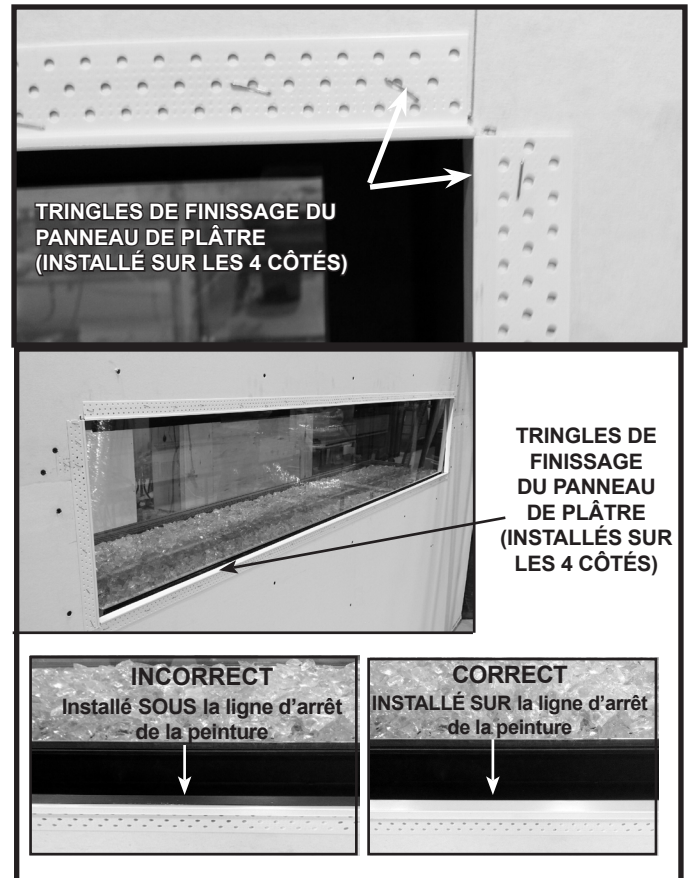

Figure 10.4. Installer les tringles de finissage du panneau de plâtre
2. Installez les tringles de finissage du panneau de plâtre comme il est indiqué à la figure 10.4 de chacun des côtés de l'appareil. Les tringles de finissage du panneau de plâtre sont incluses avec l'appareil. Coupez les tringles à la longueur requise et installez-les en utilisant des agrafes. Voir la figure 10.4 pour l'emplacement des tringles de finissage.